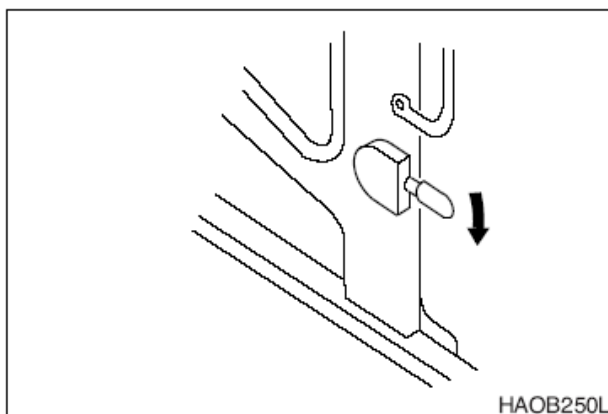

Рис. 101
2. Для отделения двери от стенки кабины опустить рычаг защелки (рис. 101). Рычаг защелки расположен слева от сиденья оператора.